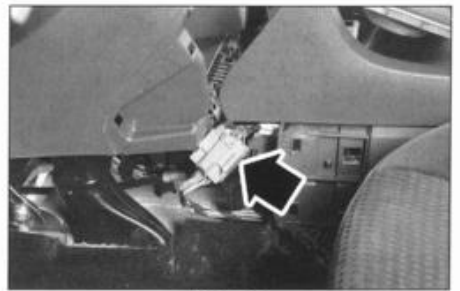

FIG. 32
- Sacar el conector (fig. 32).